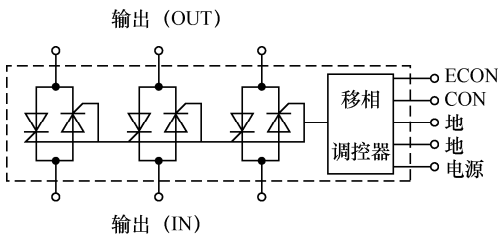

图 4-11 三相交流模块的内部连接
(1) 三相交流模块：由六只晶闸管及其移相调控器等组成，两只晶闸管为一组，采取反并联连接，如图 4-11 所示。
模块功能不同，内部连接也不同。常见智能模块的内部连接如图 4-11 所示。图中，IN 为主电路输入端，OUT 为主电路输出端；CON 为调控器控制信号；ECON 为测试端，一般不用；电源端，一般接 12V 电源。